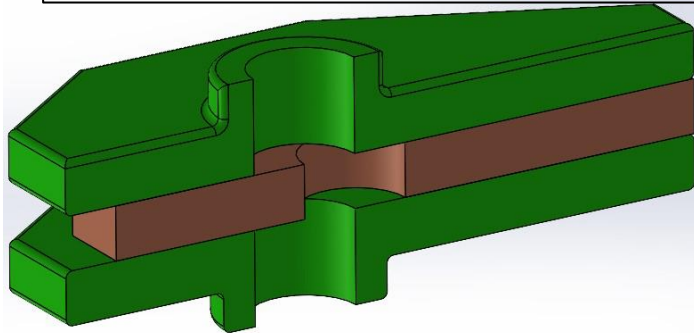

図1 流量制御用3枚プレートの構成例
- ・SN(SV)ノズルは2枚ないし3枚を重ねて使用される。図1に、3枚プレートの構成例(モデル)を示した(図1は計算用2分割モデル)。